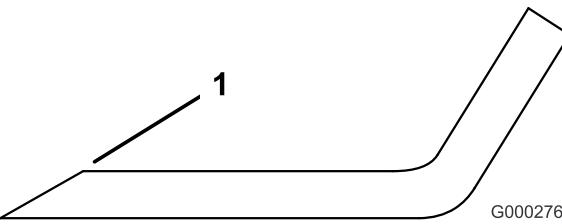

Bild 23
- 3. Prüfen Sie die Schnittkanten der Messer. Schärfen Sie, wenn die Kanten stumpf sind oder Kerben haben. Schärfen Sie nur die Oberseite der Schnittkanten und behalten dabei den ursprünglichen Schnittwinkel bei, um die Schärfe des Messers zu gewährleisten (Bild 23). Das Schnittmesser behält seine Auswuchtung bei, wenn von beiden Schnittkanten die gleiche Materialmenge entfernt wird.